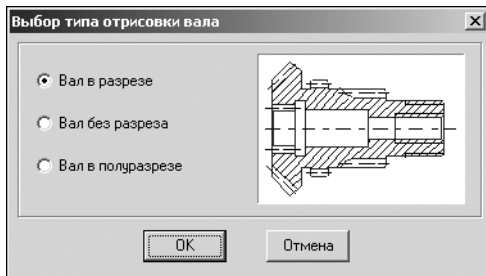

Рис. 3.1.
2. В открывшемся окне **Выбор типа отрисовки вала** (рис. 3.1) укажите, с каким видом изображения вы будете работать, и нажмите кнопку **ОК**.